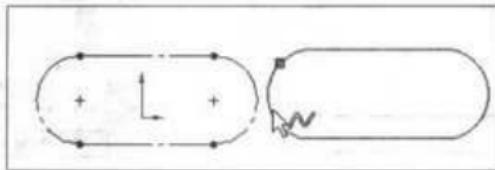

图 2-38 移动套合样条曲线
(3) 在“套合样条曲线”属性管理器中点选“解除约束”单选钮，然后单击 \checkmark （确定）按钮，完成线段的整合，选取图形区域中的实体草图，将其移动到新的位置，如图 2-38 所示。此时，系统将原来的草图实体变为虚线构造线，而现在的实体草图已经转换为具有一个控制点的套合样条曲线。